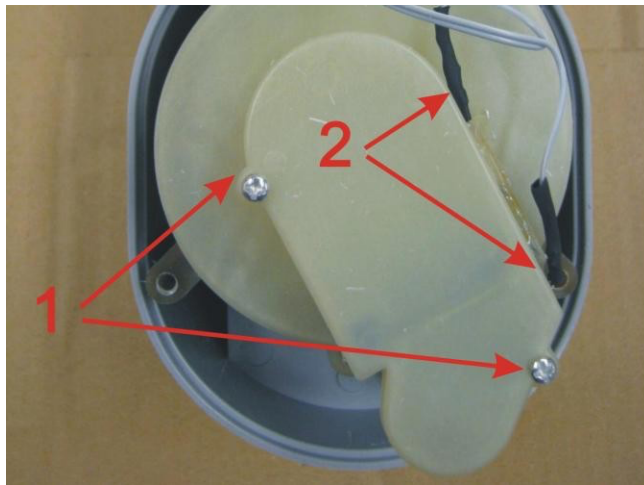
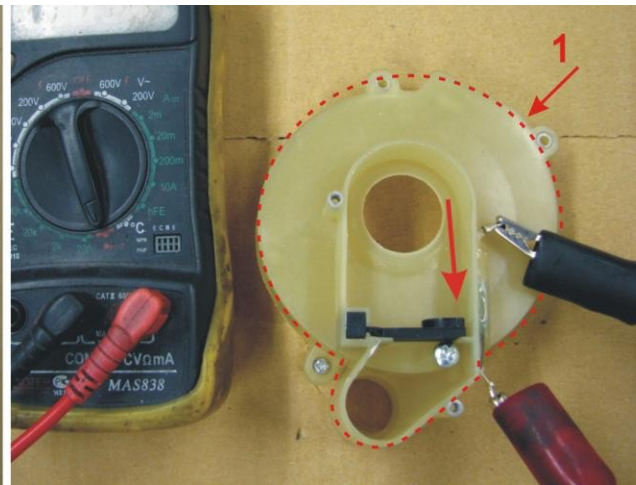
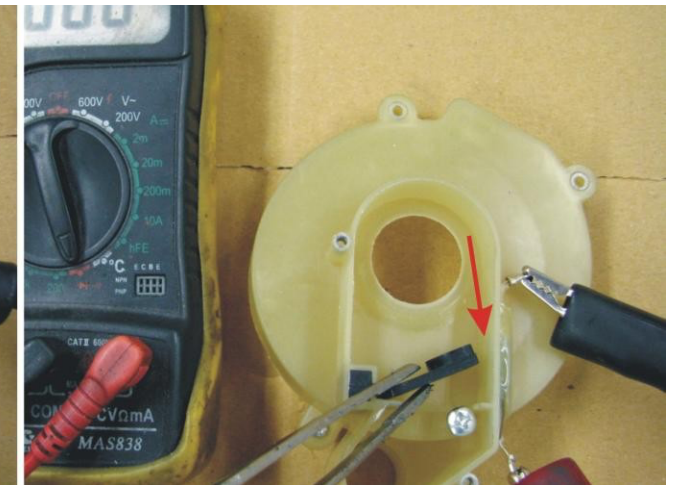

Рис. 14
Рис. 15
Рис. 16
Для проверки необходимо снять небольшую крышку с корпуса первой ступени отвинтив два самореза (Рис. 14, поз. 1). Подключить тестер в режиме «прозвонка» (измерение сопротивления со звуковым сигналом) к контактам геркона (Рис. 14, поз. 2), при закрытой шторке первой ступени (Рис. 15) геркон должен быть разомкнут, при открытии шторки (Рис. 16), геркон должен замкнуть эл.цепь.
Если геркон не реагирует (не размыкает эл.цепь) на перемещение шторки, заменить корпус первой ступени (Рис. 15, поз. 1) в сборе с герконом.
Магнитная шторка должна двигаться свободно в пределах примерно 45°. После ее открытия (Рис. 16) она должна свободно, самостоятельно возвращаться на место.
- Если шторка и геркон в норме. Необходимо, предварительно прогрев феном до прозрачности клей, которым приклеен геркон, сдвинуть геркон по направлению стрелки (рис. 16) примерно на 1,5 мм (до упора). Или заменить геркон вместе с крышкой (запчасть R990001).